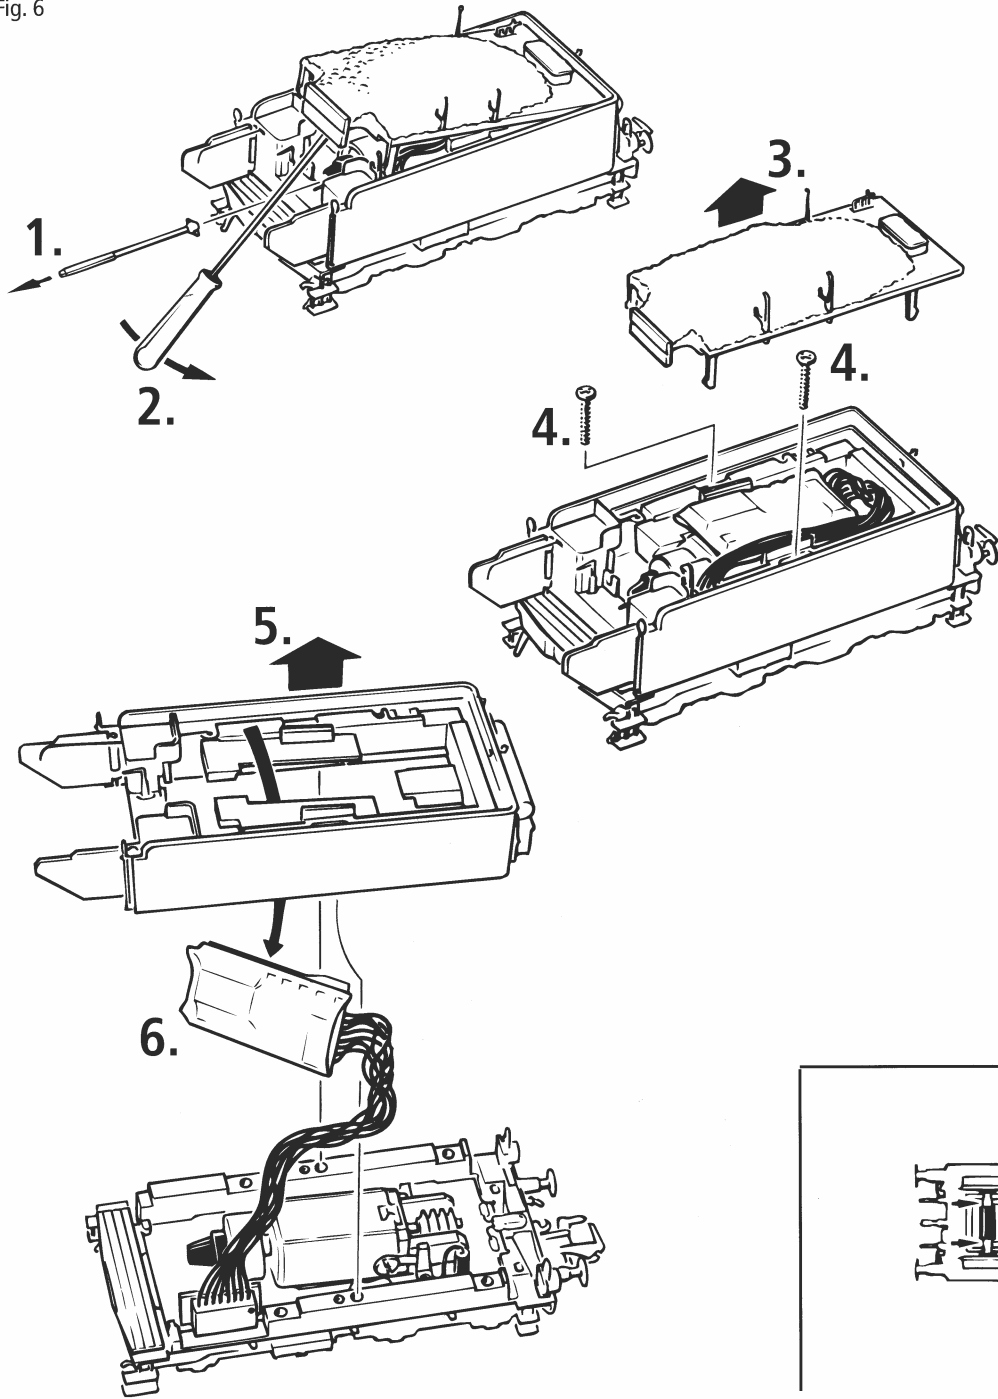
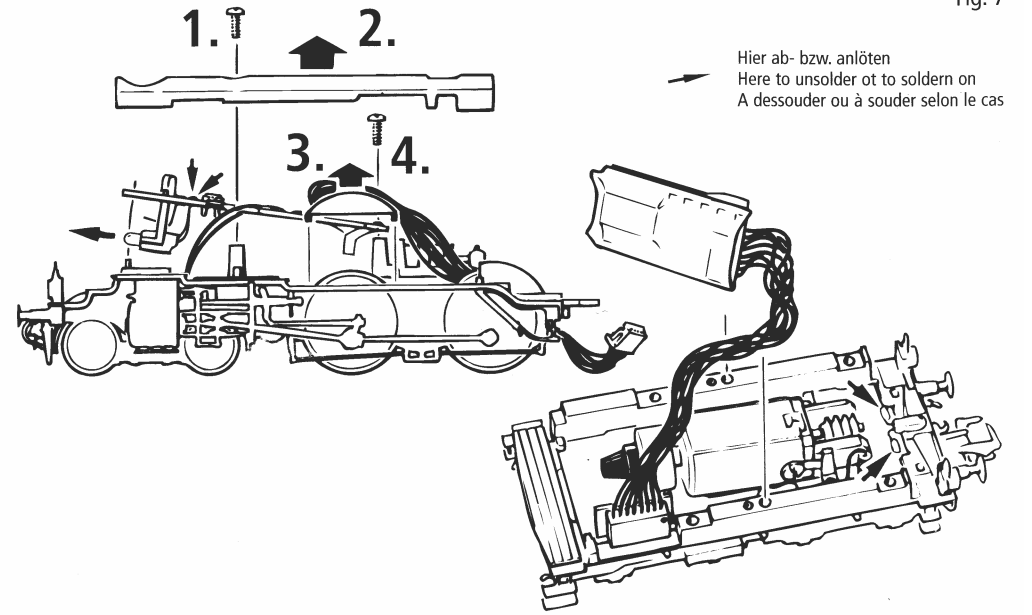
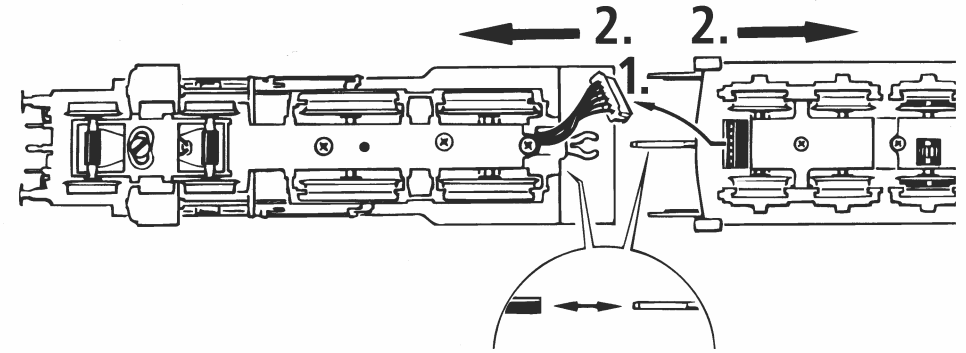

Fig. 7
Fig. 8
Fig. 5
**1. Reinigung der Radstromkontakte:** Radstromkontakte können auf unsauberen Schienen leicht verschmutzen. Bitte **entfernen Sie vorsichtig** mit einem kleinen Pinsel **den Schmutz** an den in Fig. 8 gekennzeichneten Stellen. Dazu das Lokgehäuse (Fig. 5) bzw. die Drehgestellblenden abnehmen. ⇨ Zusammenbau
**3. Lämpchenwechsel:** Bitte nehmen Sie zuerst das Lokgehäuse bzw. das Tendergehäuse ab (Fig. 5 u. 6). Danach können Sie die **Lämpchen** wechseln (Fig. 7). ⇨ Zusammenbau
Les lames de contact risquent de s'encrasser rapidement sur des voies poussiéreuses. Veuillez **enlever la poussière** aux endroits marqués à la fig. 8 à l'aide d'un petit pinceau souple après avoir démonté la caisse de votre locomotive ou les flancs de bogies du tender (fig. 5). ⇨ L'assemblage
**2. Graissage:** N'appliquez **qu'une toute petite goutte** aux endroits indiqués par le plan de graissage (fig. 11) après avoir démonté la caisse du tender (fig. 5 + 6). Nous vous recommandons le **graisseur à huile FLEISCHMANN** réf. 6599.
**3. Remplacement des ampoules:** Veuillez démonter d'abord la caisse de votre locomotive et la caisse du tender (fig. 5 + 6), puis vous pouvez **échanger les ampoules** (voir fig. 7). ⇨ L'assemblage
**1. Cleaning of wheel contacts:** Wheel contacts easily get dirty on tracks which are not entirely clean. Use a small brush to **remove dirt** from spots marked in fig. 8. First remove loco body and the tender body blind ⇨ Assembly
**2. Lubrication:** Apply **tiny oil drops** to spots marked in fig. 11. Prior to lubrication dismantle the tender body (fig. 5 + 6). We recommend using item no 6599, Fleischmann oiler.
**3. Change of lights:** First remove loco body and the tender body (fig. 5 + 6) and then change **lights**. (fig. 7). ⇨ Assembly
**4. Steam generator application:** First remove the loco body (fig. 5) and then push in the steam generator art. no 40160 (Fig. 9). ⇨ Assembly
3. siehe voir } Fig. 5